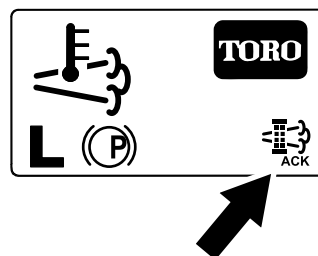

Рисунок 61
- В ходе процесса регенерации дисплей инфо-центра показывает главный экран и в правом нижнем углу экрана отображается значок подтверждения регенерации (Рисунок 61).